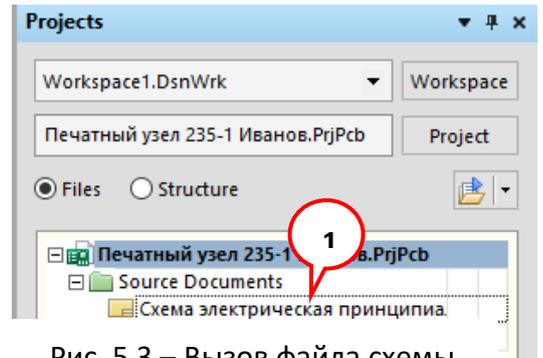
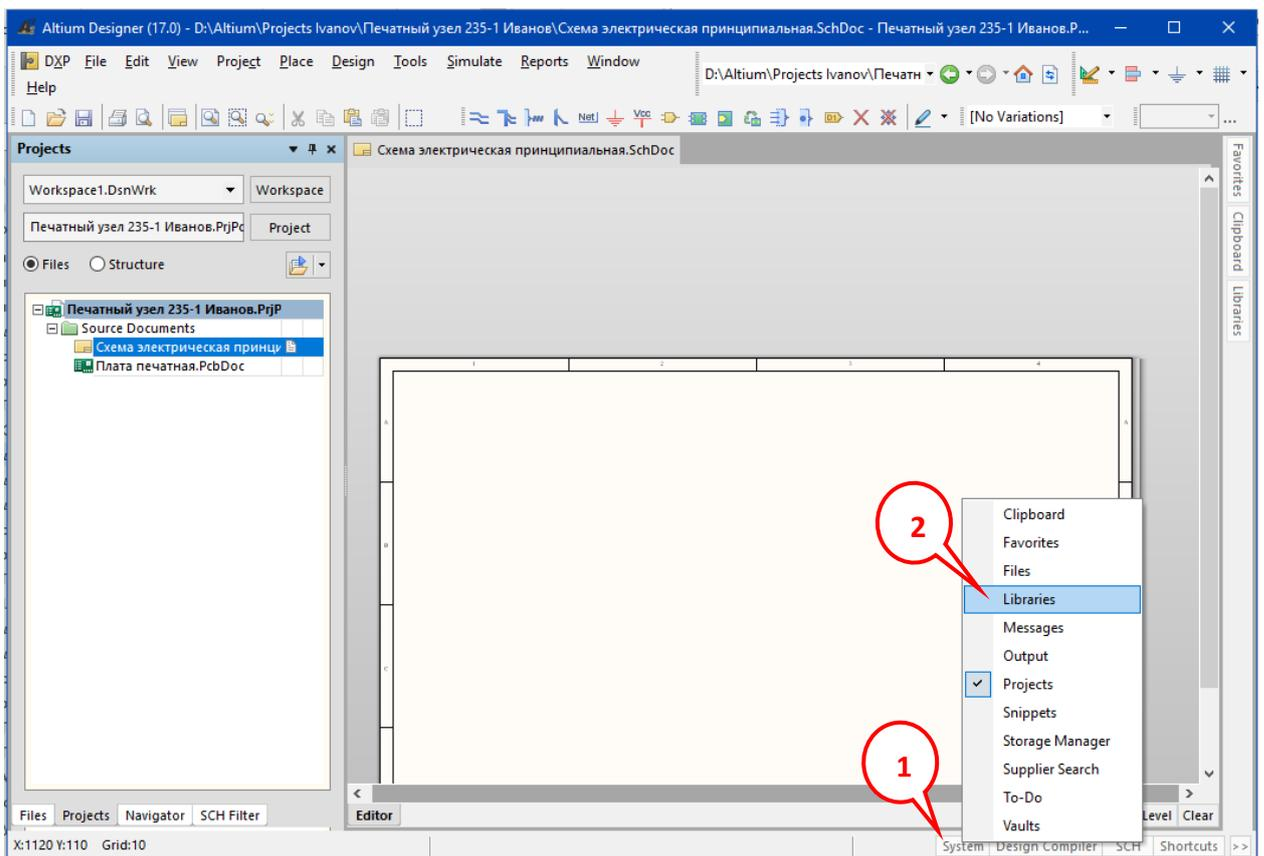

Рис. 5.3 – Вызов файла схемы электрической принципиальной
Рис. 5.4 - Вывод форматки *Схема электрическая принципиальная.SchDoc* и панели *Libraries*
В панели **Projects (Менеджере Проекта)** появится проект под названием проекта, например, *Печатный узел 235-1 Иванов.PrjPcb*. Сделайте двойной щелчок ЛКМ (1) по имени схемы электрической принципиальной (Рис. 5.3) и в рабочем окне появится пустая форматка *Схема электрическая принципиальная.SchDoc* (Рис. 5.4), созданная на предыдущем занятии.
Панель *Libraries* даёт возможность просматривать и размещать компоненты из доступных библиотек *Altium Designer* [5]. Чтобы её открыть необходимо щёлкнуть ЛКМ по *System* (1) ⇒ *Libraries* (2) в нижней части окна в панели инструментов (см. Рис. 5.4).